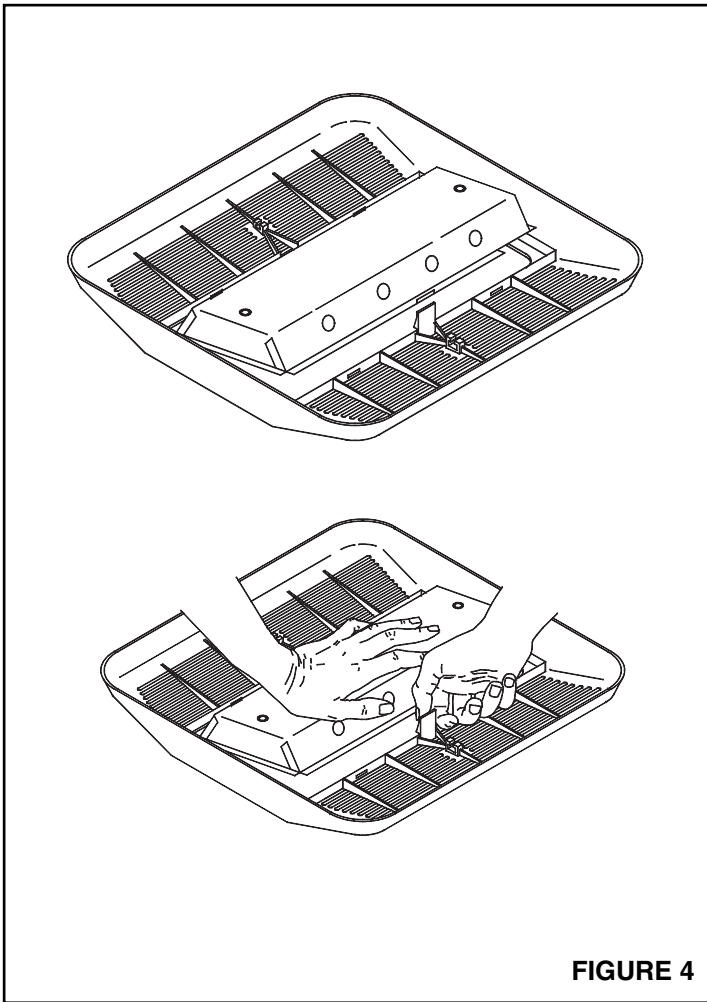

FIGURE 4
1. **Voir Figure 4.** Ouvrez les réflecteurs à l'arrière de la grille en appuyant sur le dispositif de verrouillage et soulevez-le loquet du réflecteur. Installez un ampoule incandescente de type A de 100 Watts maximum. Nota: la réflecteur maintient le diffuseur de verre en place. Veillez à ce que le diffuseur ne tombe pas de la grille. Fermez le réflecteur et remettez-le en place.
2. **Voir figure 4.** Ouvrez le réflecteur à arrière de la grille en appuyant sur le dispositif de verrouillage et soulevez le réflecteur. Nota: Le réflecteur maintient le diffuseur de verre en place. Veillez à ce que le diffuseur ne tombe pas de la grille. Fermez le réflecteur et remettez-le en place. Remplacez l'ampoule avec une ampoule de type A de 100 Watts maximum. Fermez le socle et remettez-le dans sa position initiale.